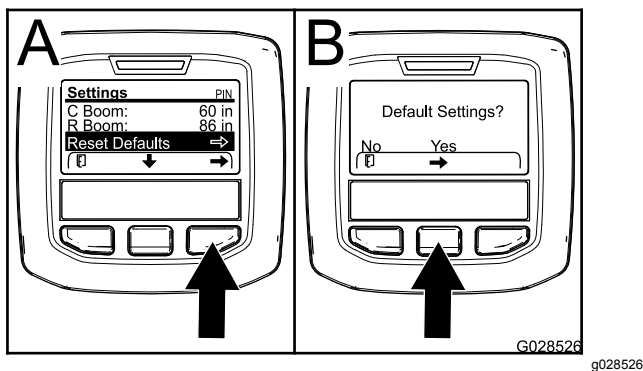

Figure 75
- Appuyez sur le bouton de sélection central pour naviguer jusqu'à l'option Restauration des paramètres par défaut (Figure 75).
3. Dans l'écran Paramètres par défaut, appuyez sur le bouton de sélection gauche pour NON ou sur le bouton droit pour OUI (Figure 75).